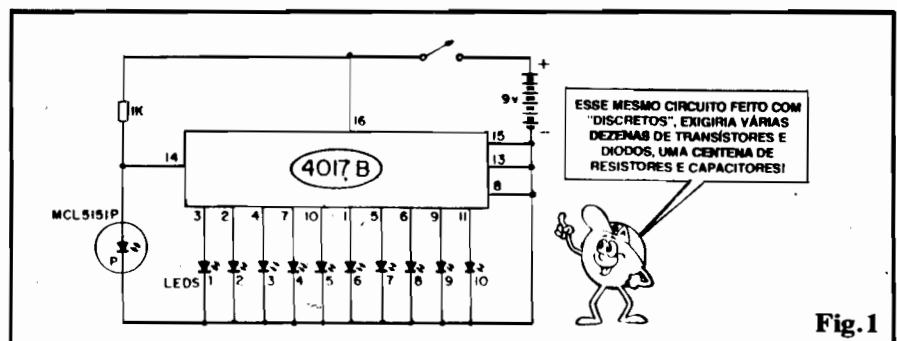

Fig.1
- FIG. 1 - DIAGRAMA ESQUEMÁTICO DO CIRCUITO - Novamente (embora o Leitor/"Aluno" ainda esteja meio "verde" na interpretação de "esquemas" com Integrados...) dá para se notar, logo "de cara", a extrema simplificação geral do arranjo, todo ele centrado num único representante (com o qual convivemos muito, e por muito tempo...) da grande "raça" dos DIGITAIS, pertencente à "família" dos C.MOS (Complimentary Metal-Oxyde Silicon). Na verdade, o Integrado 4017B faz, no circuito, praticamente tudo (com uma pequena ajuda de um mero "LED pisca", conforme veremos no final, no item "O CIRCUITO - COMO FUNCIONA"...). Notem que, "esquecendo" momentaneamente do próprio Integrado, e dos "manifestadores" dos circuitos (os 11 LEDs, sendo 10 "comuns" e um "pisca"...), temos (passagem...) apenas UM componente extra: o solitário resistor de 1K...! No mais, a alimentação, que devido à baixíssima demanda de Corrente pode, perfeitamente, ser suprida por uma simples bateria-